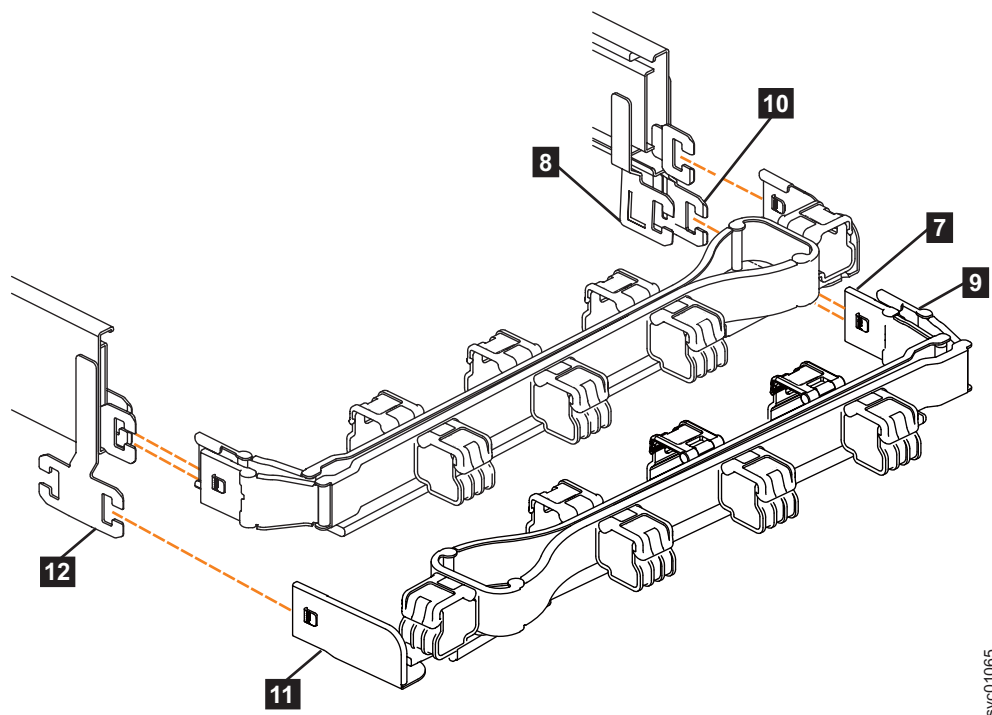

Abbildung 77. Vergleich der Positionen der Komponenten der Kabelträgerbaugruppen
Anmerkung: Die Prozedur zum Anbringen der unteren Kabelträgerbaugruppe ist mit der Prozedur zum Anbringen der oberen Kabelträgerbaugruppe identisch. Die Anschlusspositionen sind jedoch umgekehrt. Zu Vergleichszwecken werden in Abb. 77 auf Seite 89 die obere und untere Kabelträgerbaugruppe mit der Ausrichtung an den Halteschienen gezeigt. Der Halteschienenanschluss des oberen Kabelträgers wird an der rechten Schiene angebracht. Der Halteschienenanschluss des unteren Kabelträgers (**11**) wird an der linken Schiene angebracht.
5. Installieren Sie den inneren Anschluss der unteren Kabelträgerbaugruppe (**7**) an den inneren Teil der rechten Halteschiene (**8**) (siehe Abb. 77).
6. Installieren Sie den äußeren Anschluss der unteren Kabelträgerbaugruppe (**9**) an den äußeren Teil der rechten Halteschiene (**10**) (siehe Abb. 77).
7. Bringen Sie den Halteschienenanschluss an der unteren Kabelträgerbaugruppe (**11**) an dem Anschluss der linken Halteschiene (**12**) an (siehe Abb. 77). Stellen Sie sicher, dass die untere Kabelträgerbaugruppe sicher an den Haken am Ende der Halteschienen angebracht ist.